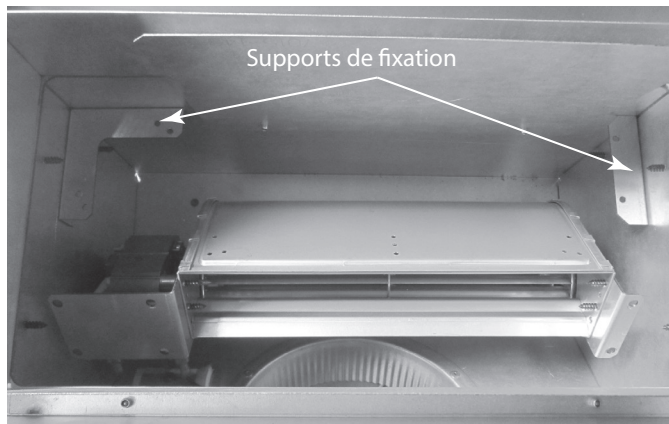

Figure 3.30
- Inclinez le ventilateur vers l'avant pour dégager les supports de fixation, puis placez-le sur ces derniers. Voir la figure 3.30.